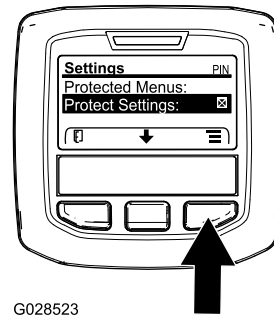

Figura 32
- Desde el menú PRINCIPAL, utilice el botón central para desplazarse hacia abajo hasta el menú CONFIGURACIÓN y pulse el botón derecho (Figura 32).